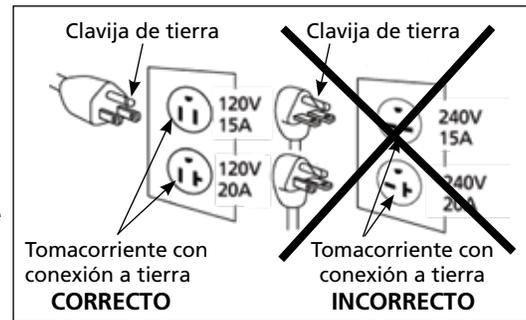

Figura 2 - Método de conexión a tierra
- Este producto es para usarse en un circuito con 120 voltios nominales. Debe estar conectado a tierra. En caso de cortocircuito eléctrico, la conexión a tierra reduce el riesgo de descarga eléctrica al proporcionar un cable de escape para la corriente eléctrica. La unidad está equipada con un cable que tiene una clavija de tierra. Encajará en uno de los tipos comunes de tomacorriente que se muestran en la Figura 2. Si el enchufe no encaja en el tomacorriente deseado, haga que un electricista calificado cambie el enchufe o el tomacorriente.
1. Si el enchufe del cable de alimentación de la unidad no le resulta familiar o no encaja en su tomacorriente, la Figura 2 le ayudará a entender por qué, ya que ilustra los diferentes tipos de enchufe y los voltajes con los que se utilizan.
3. Este producto debe usarse en un circuito para 120 voltios nominales y tiene un enchufe para tierra parecido al que aparece en la Figura 2.